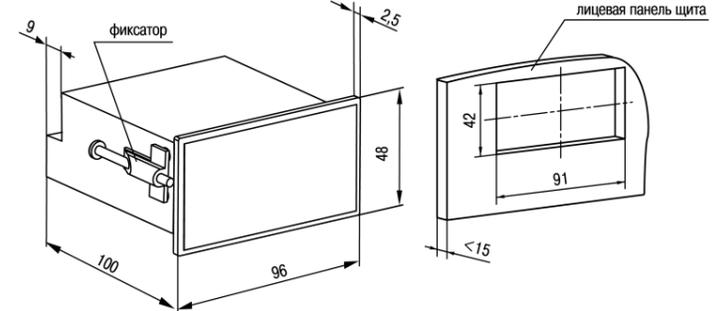

Рисунок 7 – Габаритные размеры корпуса Щ2
1. Подготовить на щите управления монтажный вырез для установки прибора (см. рисунок 7).